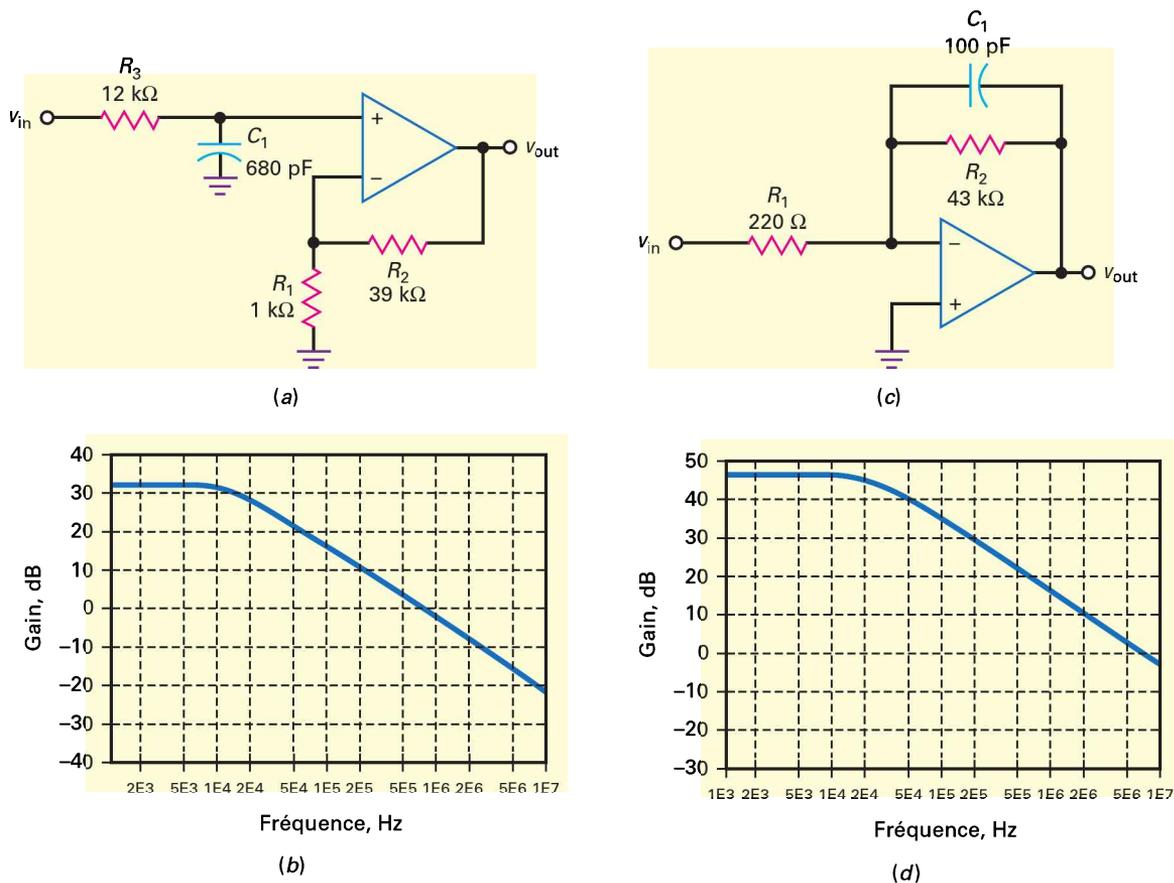

Figure 19.23
D'après la figure 19.23*a*, que vaut le gain en tension ? Quelle est la fréquence de coupure ? Quelle est la réponse fréquentielle ?
La figure 19.23*b* représente la réponse fréquentielle. Le gain en tension dans la bande passante est égal à 32 dB. La caractéristique de la réponse casse à 19,5 kHz et ensuite chute à raison de 20 dB par décade.
19.1 Avez-vous compris ? Reprendre la figure 19.23*a*, faire passer la résistance de 12 kΩ à 6,8 kΩ et trouver la nouvelle fréquence de coupure.